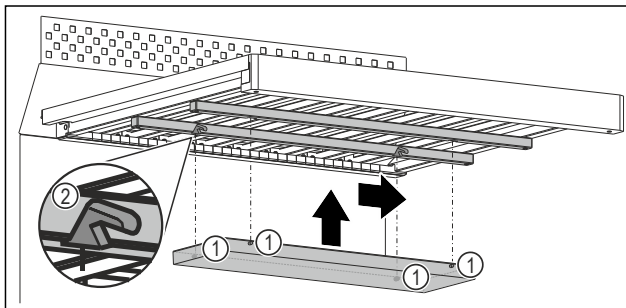

Fig. 94 Beispielhafte Darstellung
- ▶ Jeden Zapfen Fig. 94 (1) in die entsprechende Aussparung Fig. 94 (2) an den Leisten unter dem Holzrost einschieben.